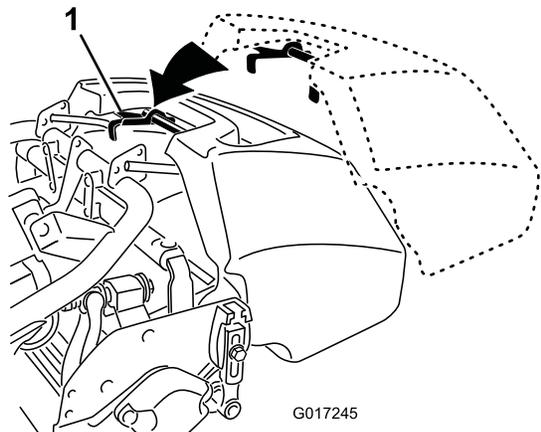

図 14
2. バスケットのリップ部をカッティングユニットの左右のサイドプレートの中央部に合わせて前ローラの上にセットする 図 14。
3. フレームループの上からバスケットを取り付ける 図 14。